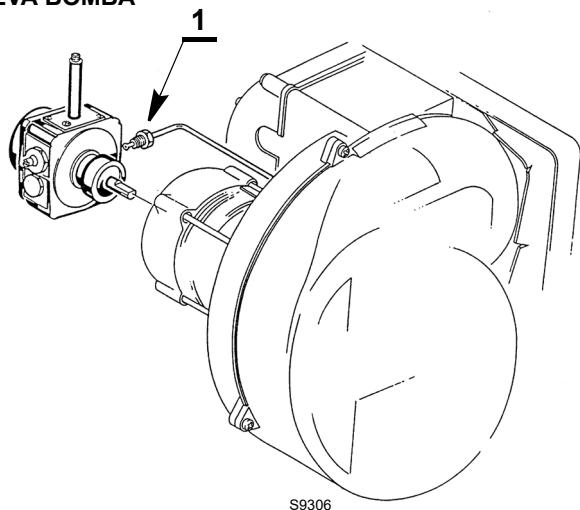

Fig. 7
- Apretar el racor 1) (Fig. 7) con un par de torsión de 15 Nm ± 1 Nm.